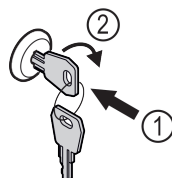

Fig. 160
- Insérer la clé. Fig. 160 (1)
- Tourner la clé à 90° dans le sens horaire. Fig. 160 (2)